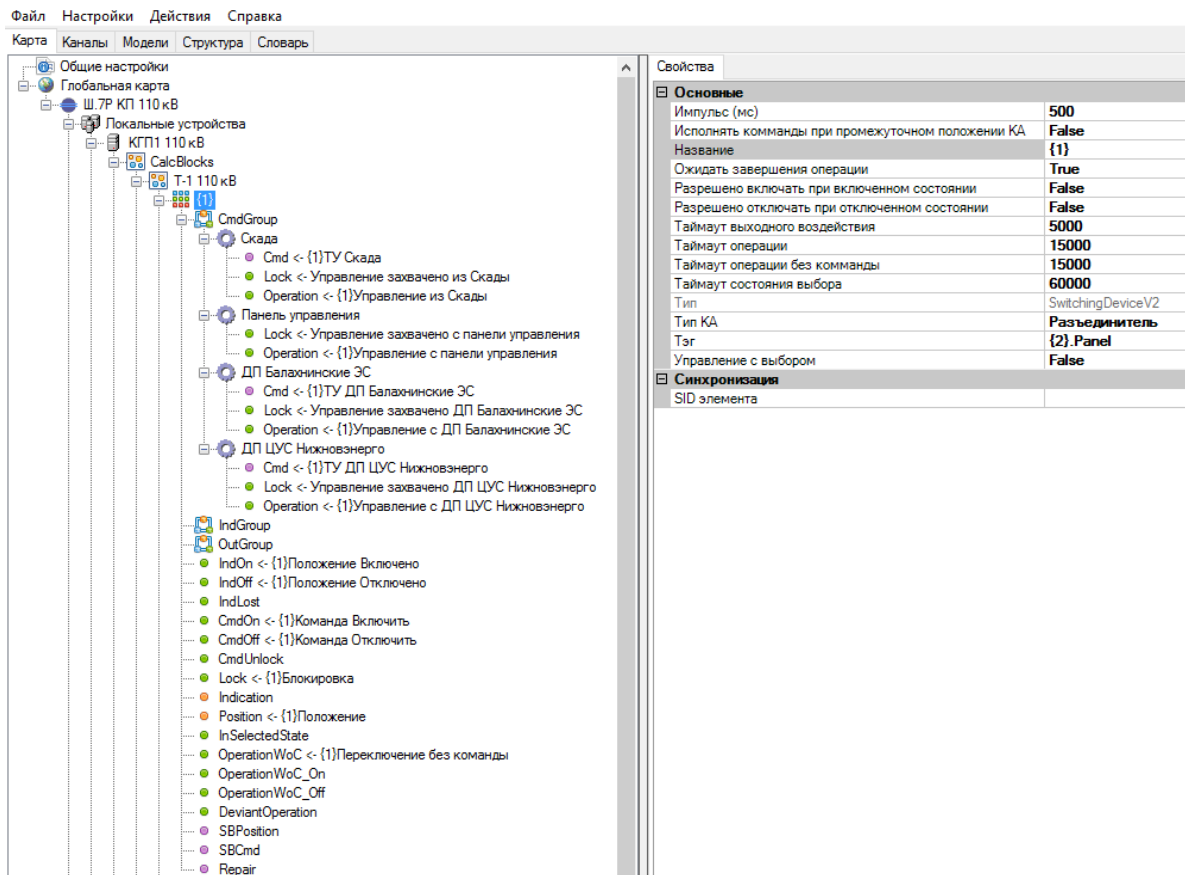

Рисунок 453. Шаблон КА
- создать коммутационный аппарат, задать его параметры и осуществить привязку переменных (см. Рисунок 453);